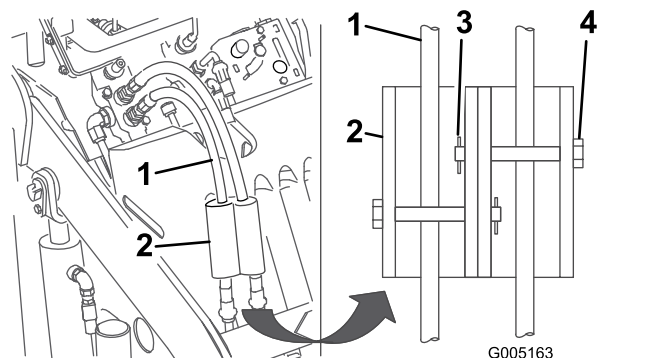

Figura 16
7. Abbassate i blocchi del cilindro sui flessibili idraulici e fissateli con il cavallotto con perno e la coppiglia (Figura 16).